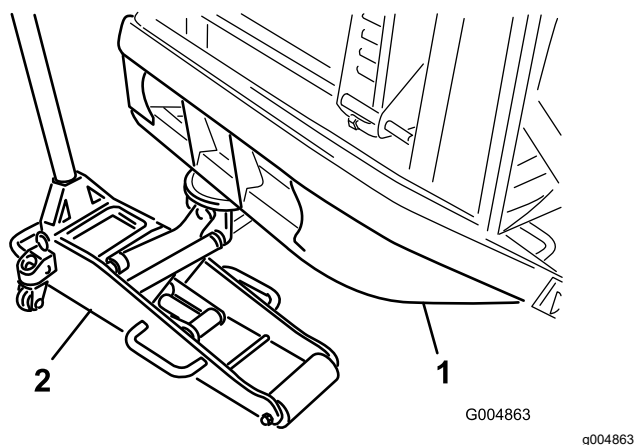

Figura 16
1. Coloque um apoio de solo adequado sob o tubo do para-choques traseiro e eleve os pneus do chão (Figura 16).